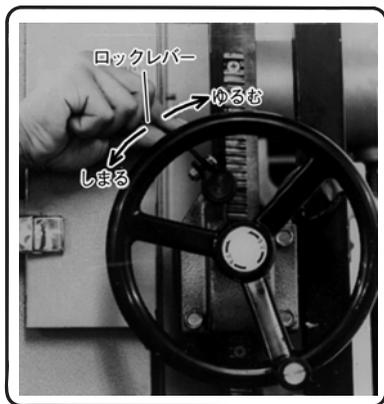

図 23
- 注 • 上側セリは、ロックレバーで確実にセリシャフトを固定してから調整してください。(図23)